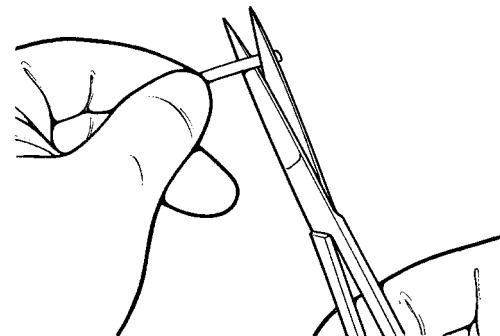

Figura 4-21. Corte del tubo
1. Corte el tubo (**Figura 4-21**) para que se adapte a las características anatómicas del paciente.